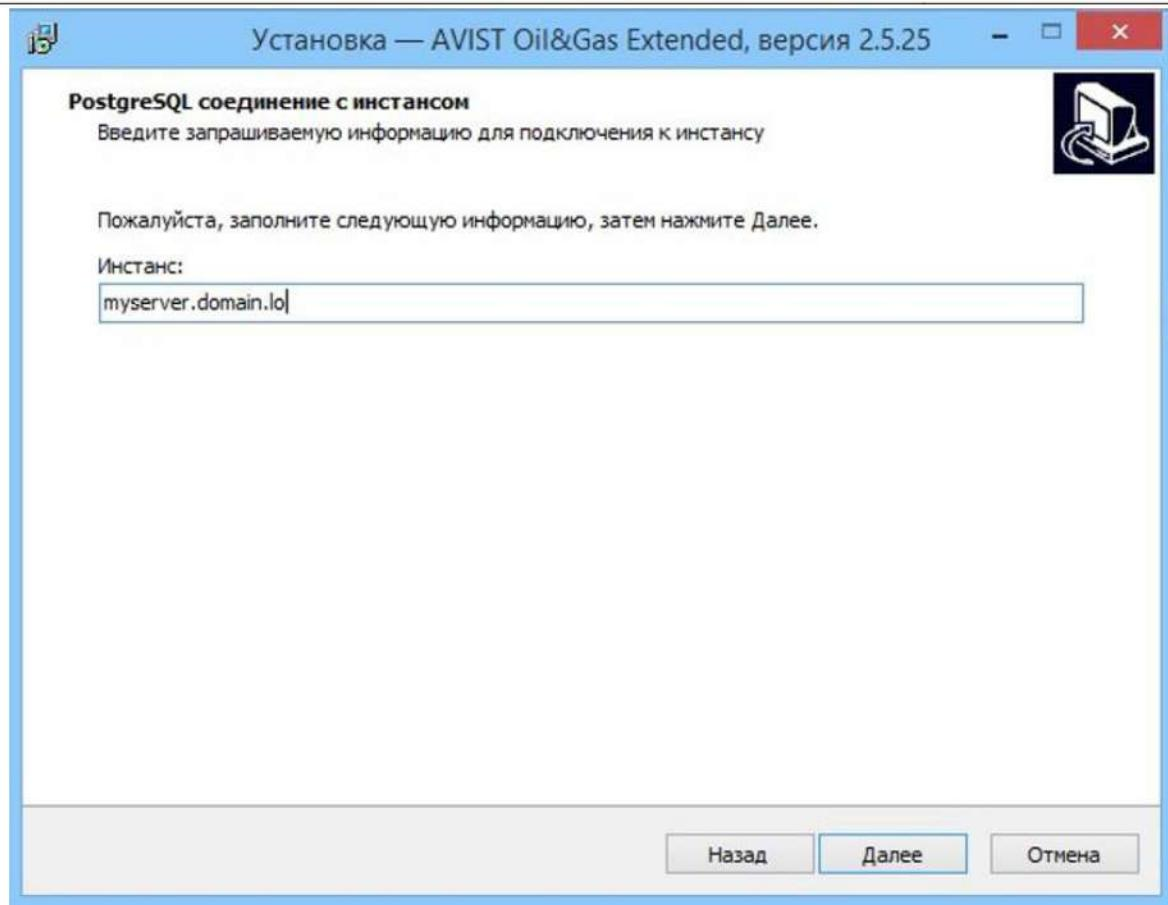

Рисунок 22 - Окно подключения к инстансу
- 7) В следующем окне ввести запрашиваемую информацию (инстанс) для подключения к инстансу баз данных, нажать кнопку «Далее» (Рисунок 22).